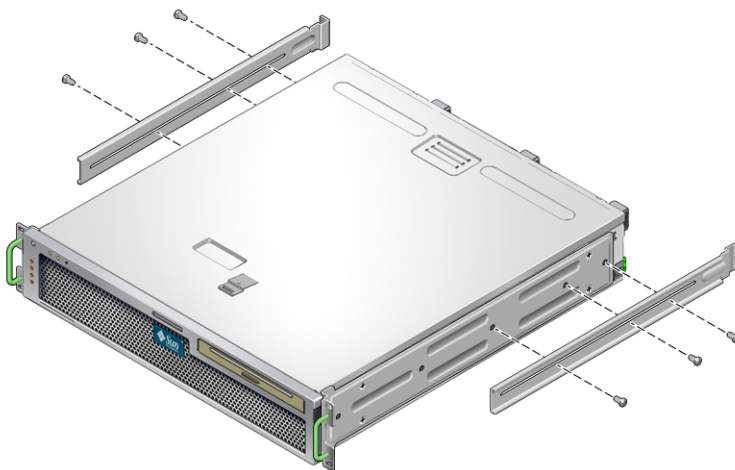

図 3-3 背面取り付けサポート固定部品の取り付け
5. 背面取り付けサポート固定部品をサーバーの背面側に取り付けます。このとき、測定したラックの奥行に合わせてサポート固定部品を伸ばします (図 3-3)。